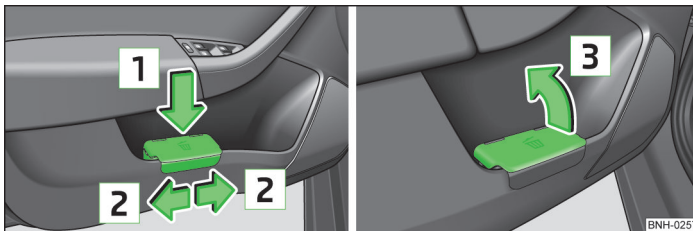

Abb. 51 Abfallbehälter / Abfallbehälter öffnen
- Den Abfallbehälter im hinteren Bereich in Pfeilrichtung **1** » Abb. 51 eindrücken.
- Den Abfallbehälter entgegen der Pfeilrichtung **1** » Abb. 51 herausnehmen.
- Den Abfallbehälter in Pfeilrichtung **3** » Abb. 51 öffnen.